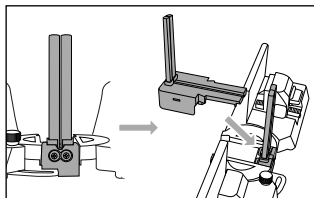

Fig. 6
- ◆ Placez l'élément de guidage de coupe A **9** par le haut dans l'encoche prévue à cet effet (voir fig. 6). L'élément de guidage de coupe A **9** est pour le moment instable.
- ◆ Enfoncez l'élément de guidage de coupe B **10** jusqu'à ce qu'il s'enclenche par le haut dans l'encoche prévue à cet effet (voir fig. 6).